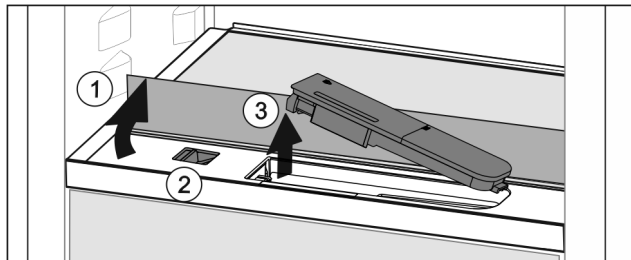

Fig. 51
- ▶ Lyft glashyllan och fäll bak den till anslag Fig. 51 (1).
- ▶ Skjut reglaget Fig. 51 (2) åt vänster.
- ▶ Ta ut vattenbehållaren Fig. 51 (3).